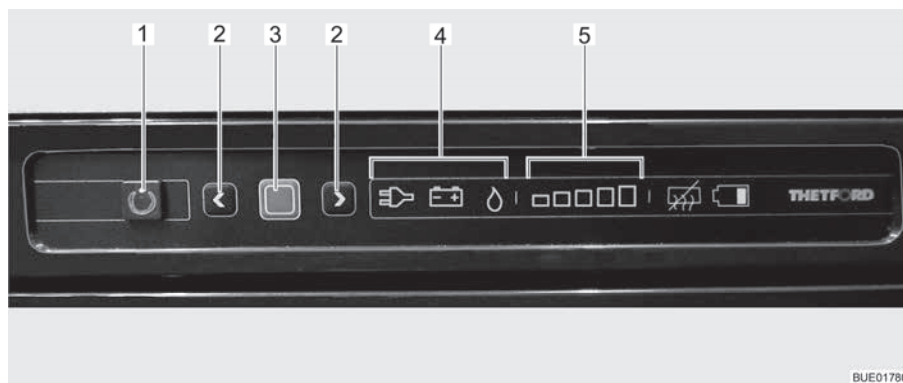

Fig. 106 Boutons de commande pour le réfrigérateur
Le mode de fonctionnement actuel est indiqué par un symbole éclairé (Fig. 106,4) sur l'unité de commande.
Lorsque le réfrigérateur est mis en marche, il choisit automatiquement la dernière température du thermostat sélectionnée. Ce réglage peut cependant être corrigé manuellement à l'aide des touches fléchées (Fig. 106,2). Les barres lumineuses de l'affichage du degré de réfrigération (Fig. 106,5) indiquent le réglage sélectionné du thermostat. La température de réfrigération de tous les trois types d'énergie est réglée avec les touches fléchées. Il faudra attendre quelques heures jusqu'à ce que le réfrigérateur ait atteint sa température normale de réfrigération. Il garde toutefois son réglage de température lorsqu'on change d'un mode à un autre. La température de réfrigération est maintenue indépendamment du type d'énergie choisi.
- Appuyer sur la touche Marche/Arrêt (Fig. 106,1) pendant 1 seconde. La touche (Fig. 106,1) s'allume en vert. L'affichage devient plus sombre pour des raisons d'économie d'énergie au bout d'env. 10 secondes.
- Appuyer sur la touche de confirmation (Fig. 106,3) pendant env. 2 secondes. Les symboles des modes de fonctionnement (Fig. 106,4) clignotent.
- Pour changer de mode de fonctionnement, appuyer sur les touches fléchées (Fig. 106,2).
- Pour le régime au gaz, choisir le mode de fonctionnement avec les touches fléchées (Fig. 106,2). L'arrivée de gaz est ouverte. L'allumage s'effectue de manière automatique. Un tic-tac est distinctement perceptible jusqu'à ce que la procédure d'allumage soit effectuée avec succès.
- Appuyer sur la touche de confirmation (Fig. 106,3).
- Appuyer de nouveau sur la touche de confirmation (Fig. 106,3). Le degré actuel de refroidissement est indiqué par les barres lumineuses (Fig. 106,5).
- Pour changer le réglage, appuyer sur les touches fléchées (Fig. 106,2) jusqu'à ce que le réglage désiré soit affiché.
- Appuyer sur la touche Marche/Arrêt (Fig. 106,1) pendant env. 2 secondes. Toutes les lampes s'éteignent. Le réfrigérateur est coupé.